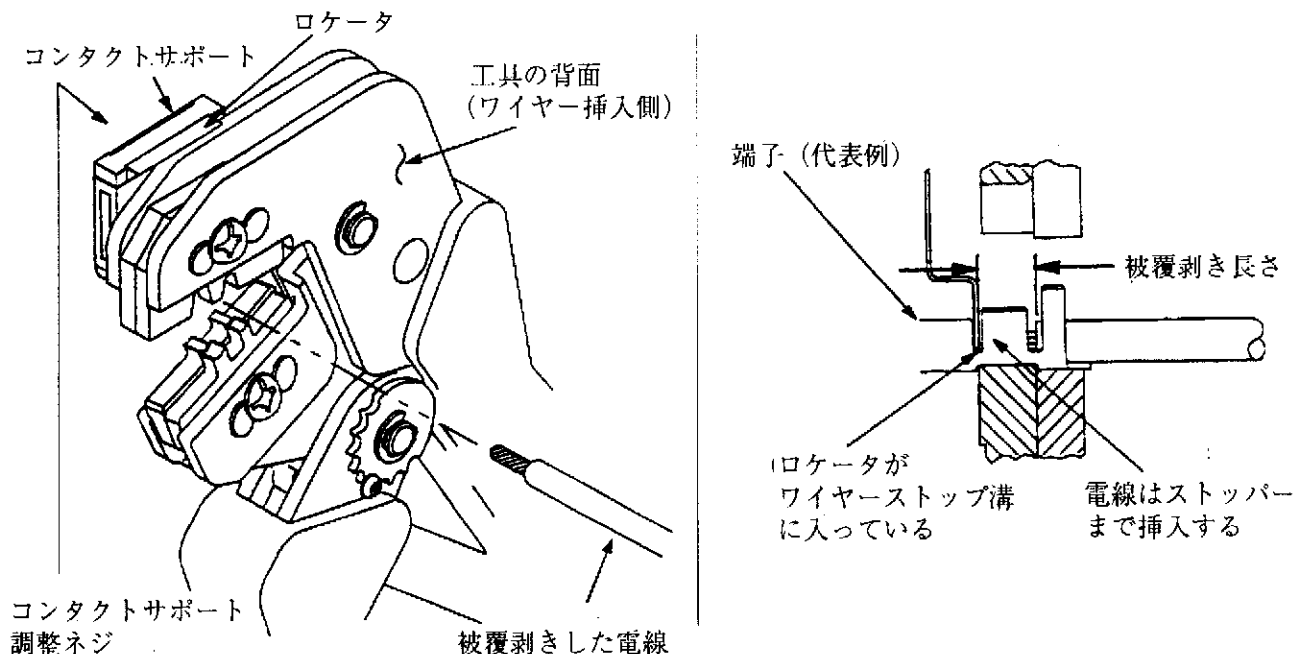

Fig. 3
#### 4. コンタクトサポートの調整 (Fig. 3)
Fig. 1 を参照し、使用する電線の電線サイズ、被覆外径を選択して下さい。また、Fig. 1 に示された長さに従って電線を被覆剥き（ストリップ）して下さい。この際電線に傷を付けたり心線を切らないように注意して下さい。適用する端子を選び、工具に刻印されたマークに従って正しい圧着位置を決定します。Fig. 3 を参照し、以下の手順で圧着して下さい。
3. 端子の位置決めをします。勘合側がロケータ側に来て、バレルの”U”字が上を向くようにして端子をアンビルの上に置きます。Fig. 3 を参照して下さい。ロケータがワイヤバレルの先端に当たるようにします。
- 被覆剥きした電線を端子のバレル部に挿入します。Fig. 3 に示す様にストッパーに当たるまで挿入して下さい。